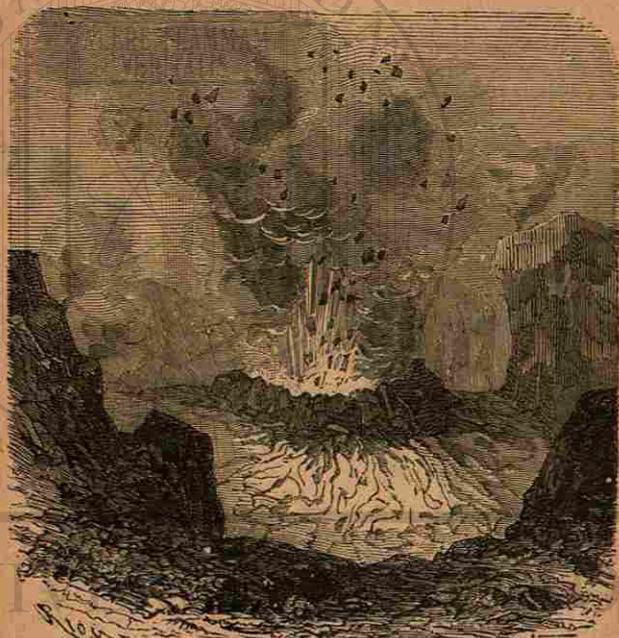

Fig. 21.
*Volcans.* — De tous les phénomènes qui se passent à la surface du globe, aucun n'est plus majestueux ni plus terrible qu'une éruption volcanique. Qu'on se figure une montagne vomissant des flammes, des tourbillons de fumée, de cendre et de poussière, lançant des pierres et des rochers énormes à des distances prodigieuses, au milieu de détonations souterraines, de coups de tonnerre redoublés et d'un torrent de pluie, la montagne ébranlée jusqu'à sa base, ses flancs entr'ouverts donnant passage à la lave, matière enflammée qui parfois coule jusque dans la mer, dont elle fait bouillonner les flots : tel est un *volcan* (fig. 21).